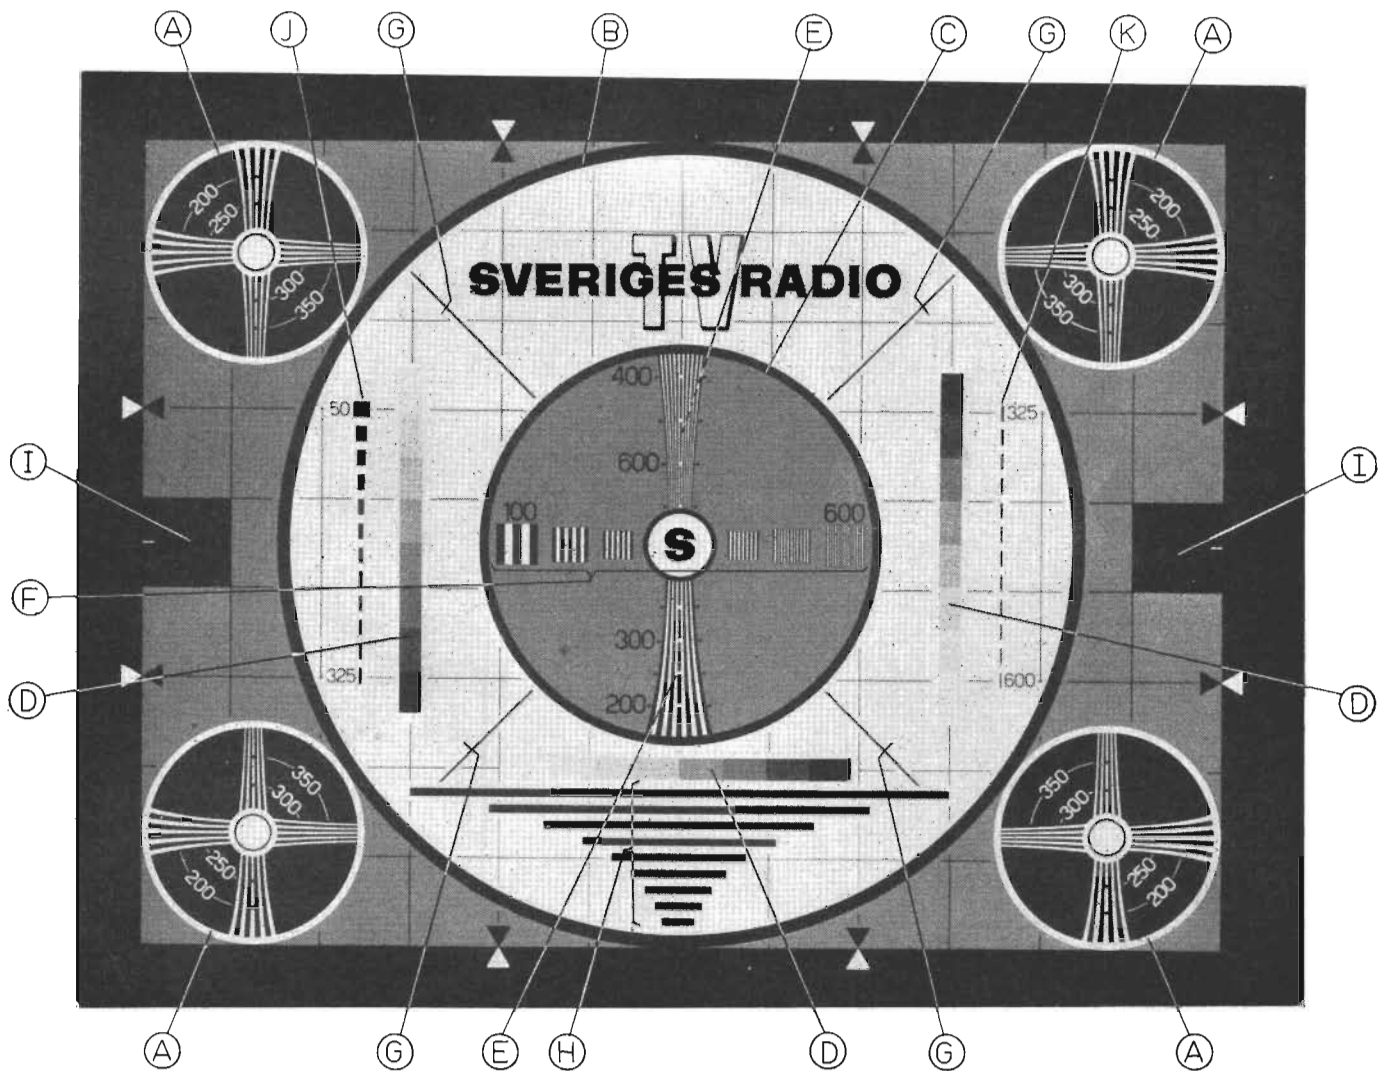

Fig 1
Den provbild som för närvarande mest användes i Sverige visas i fig. 1. De små cirkelarna i provbildens hörn (A) skall delvis täckas av bildrörets runda hörn. Rattarna för bildbredd och bildhöjd på apparaten ställs in så att cirkeln B når upp till bildrörets övre och nedre kant och samtidigt skall provbilden nå ut till bildrörets vänstra och högra kant.